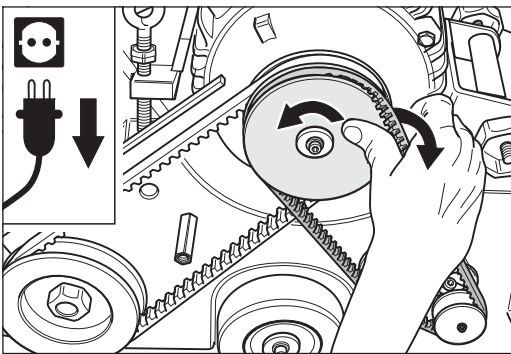

Abb. 97 Den Keilriemen für den Ventilator abnehmen.
- 8 Drehen Sie die Motorriemenscheibe und lassen Sie gleichzeitig den Keilriemen für den Ventilator von der Motorriemenscheibe laufen (Abb. 97).